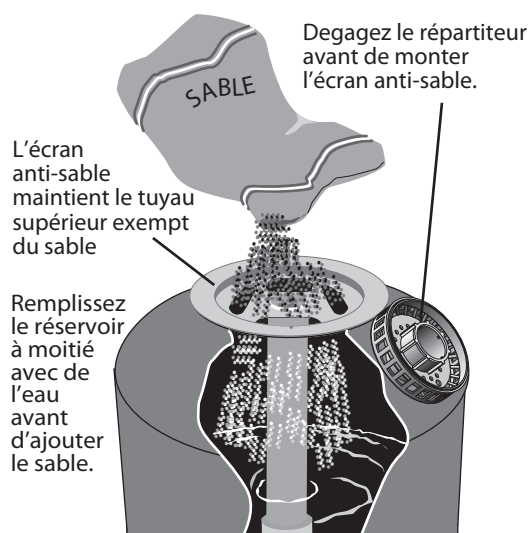

Figure 5
**Montage :** pour l'assemblage du filtre, voir les Figure 5.